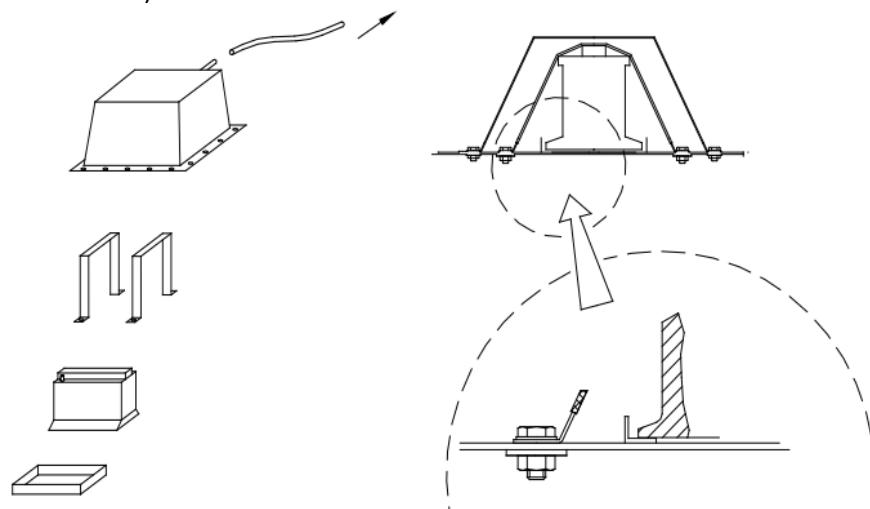

Рис. 5.7. Крепление аккумуляторной батареи.
- Если первоначальное месторасположение аккумуляторной батареи изменено, то она должна быть полностью закрыта электроизолирующим колпаком. Батарея должна быть прикреплена к кузову с использованием металлического гнезда и двух металлических хомутов (не менее 5 мм в диаметре) или металлических пластин (толщина не менее 3 мм, ширина не менее 25 мм) с любым изоляционным покрытием, прикрепленных к основанию болтами и гайками (Рис. 5.7). Для крепления хомутов и пластин должны быть использованы болты диаметром не менее 10 мм, под каждым болтом должна размещаться контршайба толщиной не менее 3 мм, покрывающая не менее 20 см^2 площади кузова. Допускается крепление батареи оригиналными деталями, если таковые предусмотрены для крепления в этом же месте (например, для крепления в багажнике у соплатформенных автомобилей).